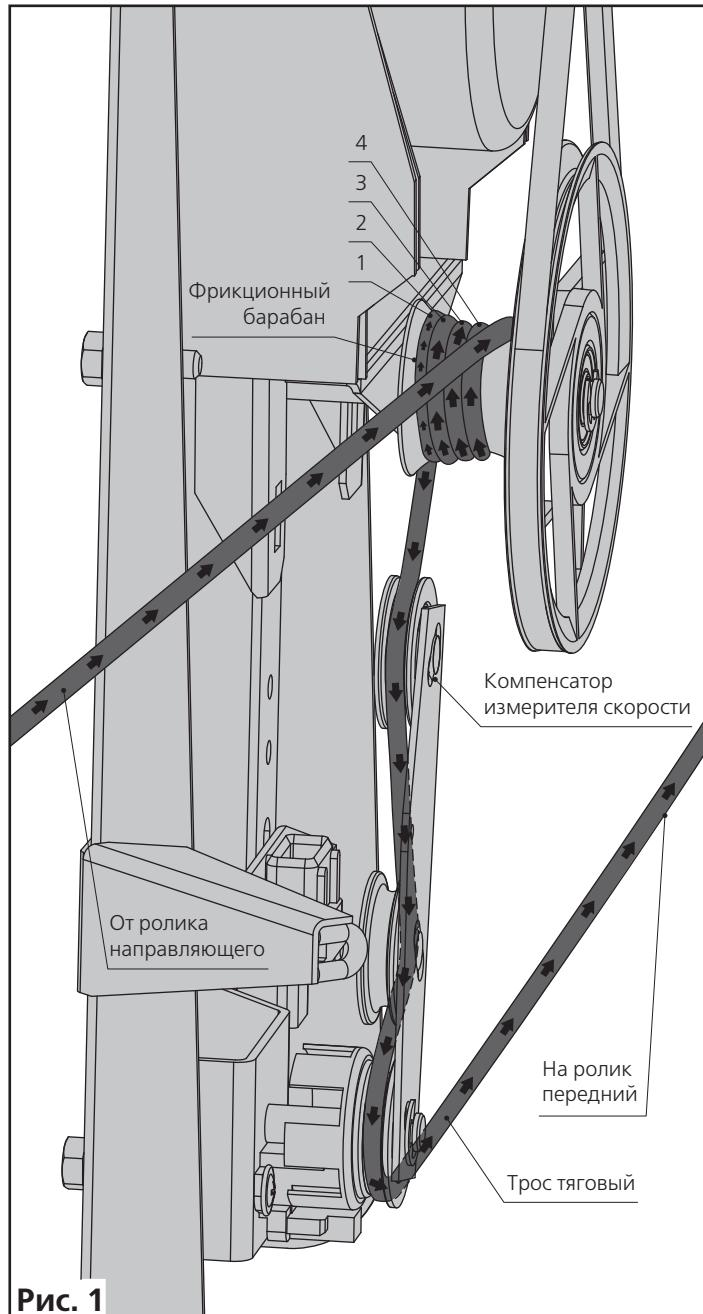

Рис. 1
- Неправильная установка привода или деформация швеллера может привести к задеванию троса тягового о шкив ведущий и каркас привода. На фрикционном барабане должно быть 4 полных витка против часовой стрелки (рис. 1).